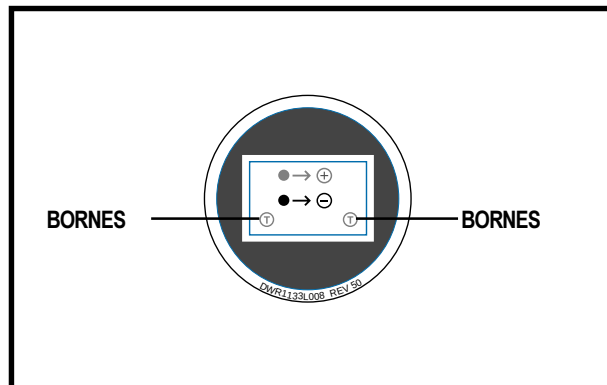

Figure 33. Diagramme de branchement batterie
- Vérifiez toutes les connexions (corrosion sur les batteries et contacts bien serrés). Les batteries doivent être bien à plat avec leurs bornes se faisant face. Voir le diagramme autocollant sur la structure. Voir la figure 33.
Les batteries de votre fauteuil sont situées à l'intérieur des boîtiers dans la base motorisée. Voir la figure 6. Pour des informations sur le branchement des batteries, référez-vous au diagramme autocollant à l'intérieur de chaque boîtier. Voir la figure 33.
5. Installez de nouvelles batteries dans les boîtiers. Assurez-vous que les bornes soient face dans la bonne direction. Référez-vous au diagramme sur l'autocollant sur le fond de chaque boîtier à batterie. Voir la figure 33. Les bornes de la batterie avant font face vers l'arrière. Les bornes de la batterie arrière doivent faire face vers l'avant. Lorsque les deux batteries sont installées correctement, les bornes doivent être face à face.